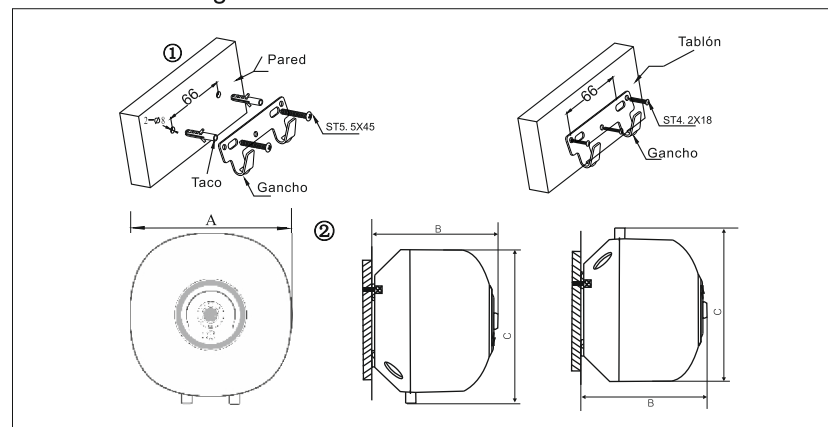

Imagen 2
2. Introduzca tacos en los agujeros realizados e instale firmemente los ganchos con tornillos St5.5*45. (Vea imagen 2)